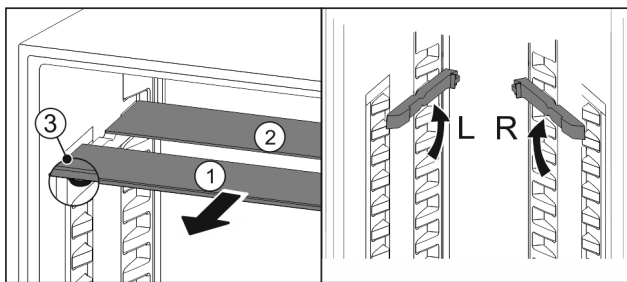

Fig. 50
- ▶ Steklene plošče posamično izvlecite Fig. 50 (1) naprej.
- ▷ Steklена plošča Fig. 50 (1) z okrasno letvijo je spredaj.
- ▷ Zaustavljalniki Fig. 50 (3) so obrnjeni navzdol.